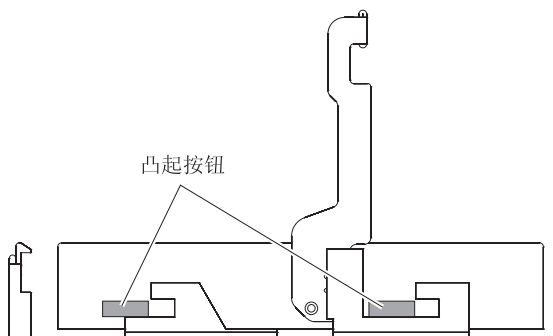

图 76. 对齐驱动器
- 将两侧的两个凸起按钮与抽屉上驱动器通道中的对应缝隙对齐，如第 103 页的图 76 中所示。